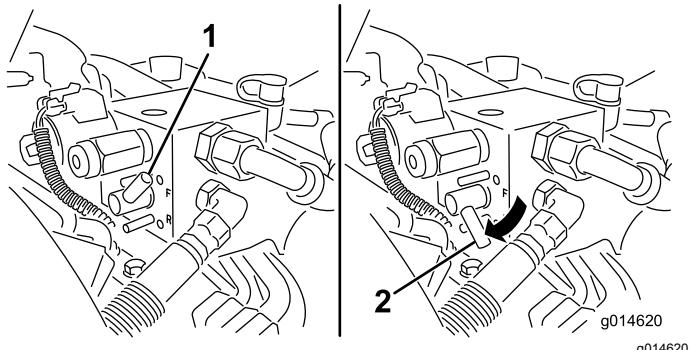

Figura 52
5. Rode a alavanca de retificação para a posição PARA TRÁS (R) (Figura 52).